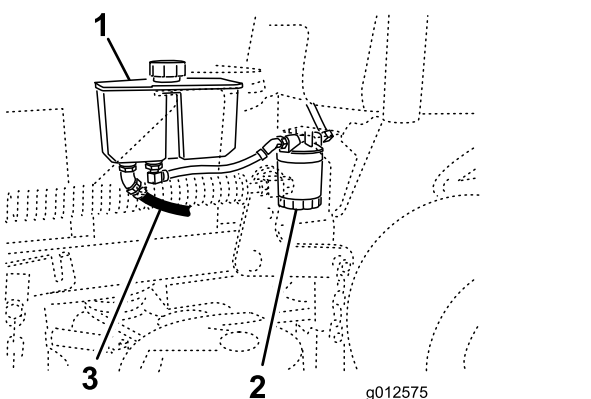

Figure 71
4. Trouvez le flexible hydraulique avant sous le réservoir hydraulique et placez un bac de vidange sous le réservoir (Figure 71).